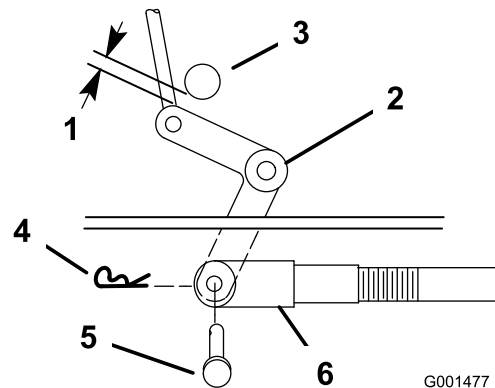
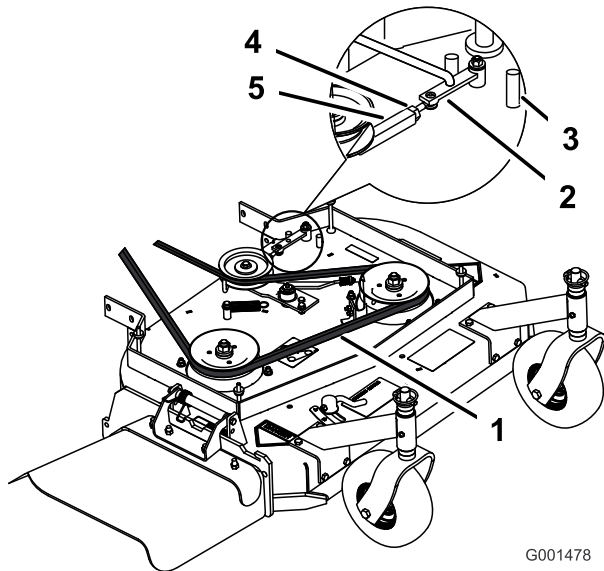
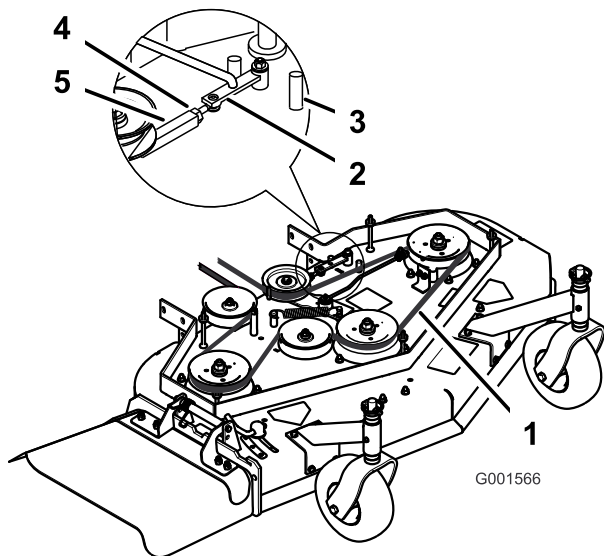

Figure 41
Figure 42
Figure 43
9. Vérifiez l'écartement entre l'axe coudé et l'arbre de sortie de transmission (Figure 41).
11. Tournez la chape dans le sens horaire sur la tige pour accroître l'écartement, et dans le sens antihoraire pour le réduire (Figure 41).
Remarque: Si le bras d'assistance ne touche pas la butée avant du tablier de coupe (Figure 42 ou Figure 43), réglez la chape de sorte à rapprocher le levier coudé de l'arbre de sortie de transmission (Figure 41).